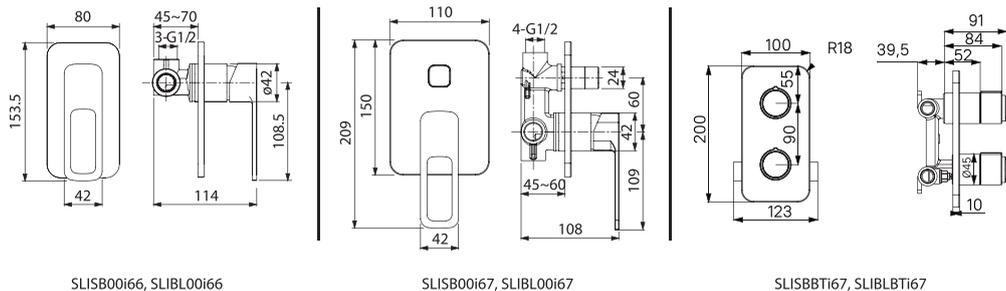

Рис. 5 / 5 сур.
2. В намеченном месте установки смесителя необходимо подготовить нишу для установки корпуса смесителя. Нишу готовят путем штробирования стены. Глубину ниши и ее размеры необходимо предусмотреть с учетом размеров корпуса смесителя. При определении глубины ниши необходимо учесть толщину будущей отделки и глубину, на которую может быть установлен смеситель от поверхности будущей стены с отделкой. Справочные размеры указаны на рис. 5.